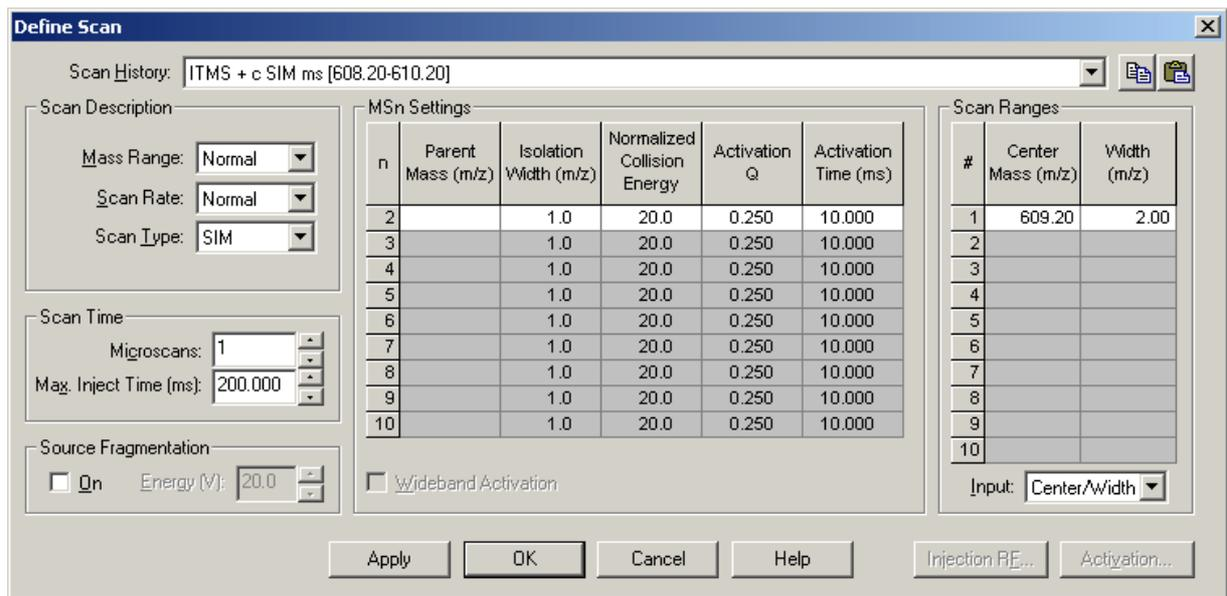

图 4-3. Define Scan 对话框, 图中所示是采集利血平的SIM数据的常规设置。
- a. 在Instrument Control（仪器设置）工具栏点击Define Scan 钮打开 Define Scan 对话框。 看图 4-3.
- l. *Finnigan LTQ Getting Started*确定你在 Define Scan对话框里参数设置与图 4-3所示相同. 确定你在 Define Scan对话框里参数设置与图 4-3所示相同.点 **OK** 应用质谱仪项目参数, 关闭 Define Scan 对话框